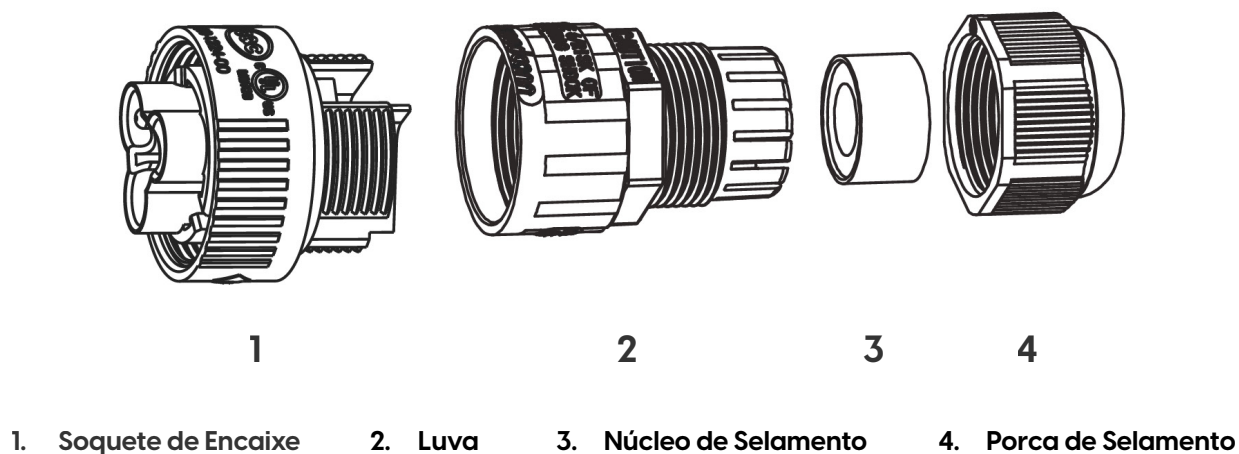

Figura 5.7 Estrutura do Conector CA
O conector de saída CA é dividido em três partes: Soquete de Encaixe, Luva e Porca de Selamento, conforme mostrado na figura 5.7, as etapas são as seguintes:
Passo 2: Separe a luva do soquete de encaixe (conforme mostrado na figura 5.7, o corpo do conector possui dois furos de travamento) e pressione a válvula de travamento no furo para separar o soquete de encaixe da luva.